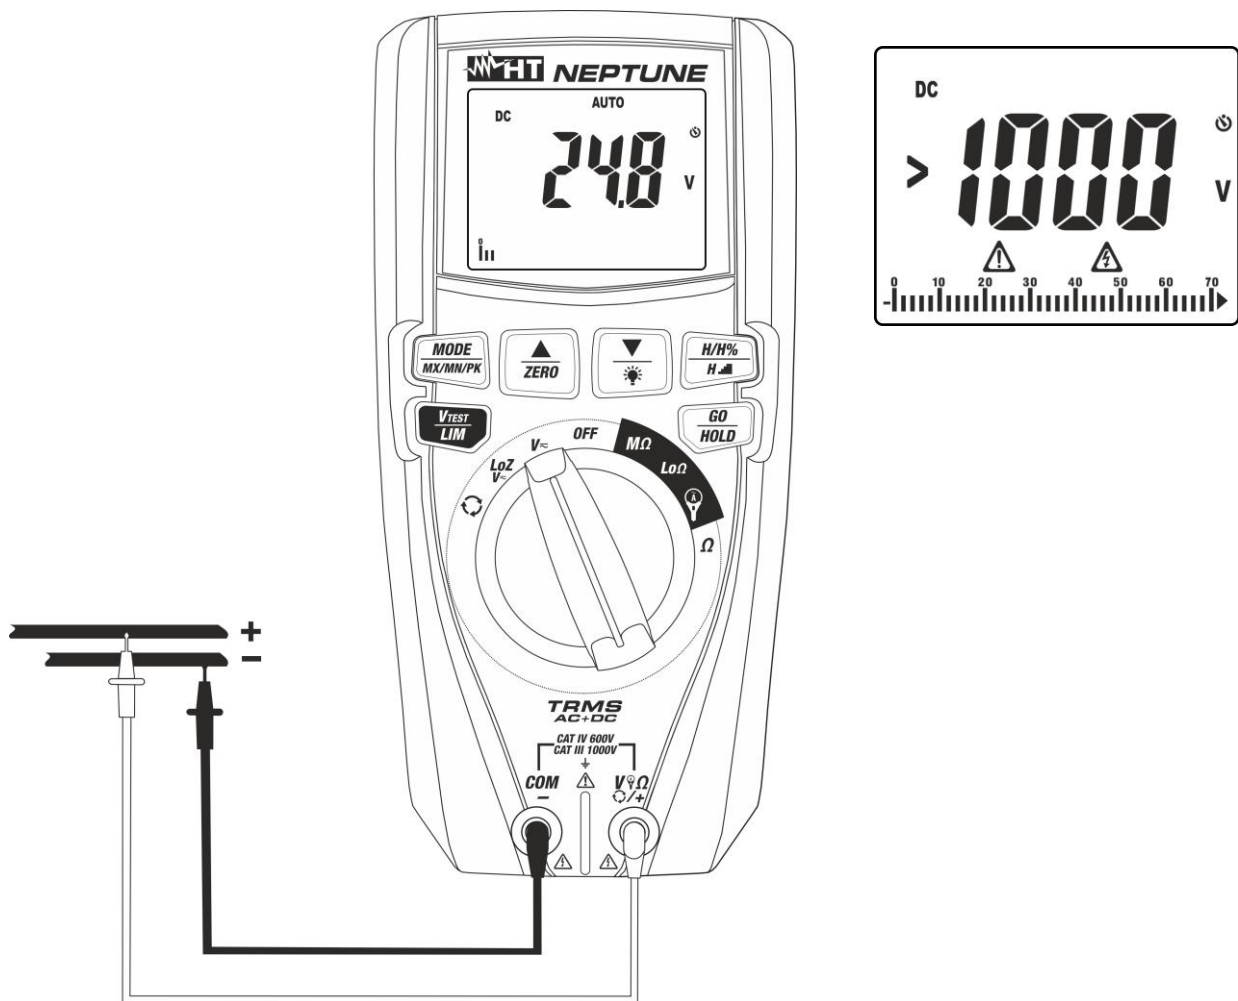
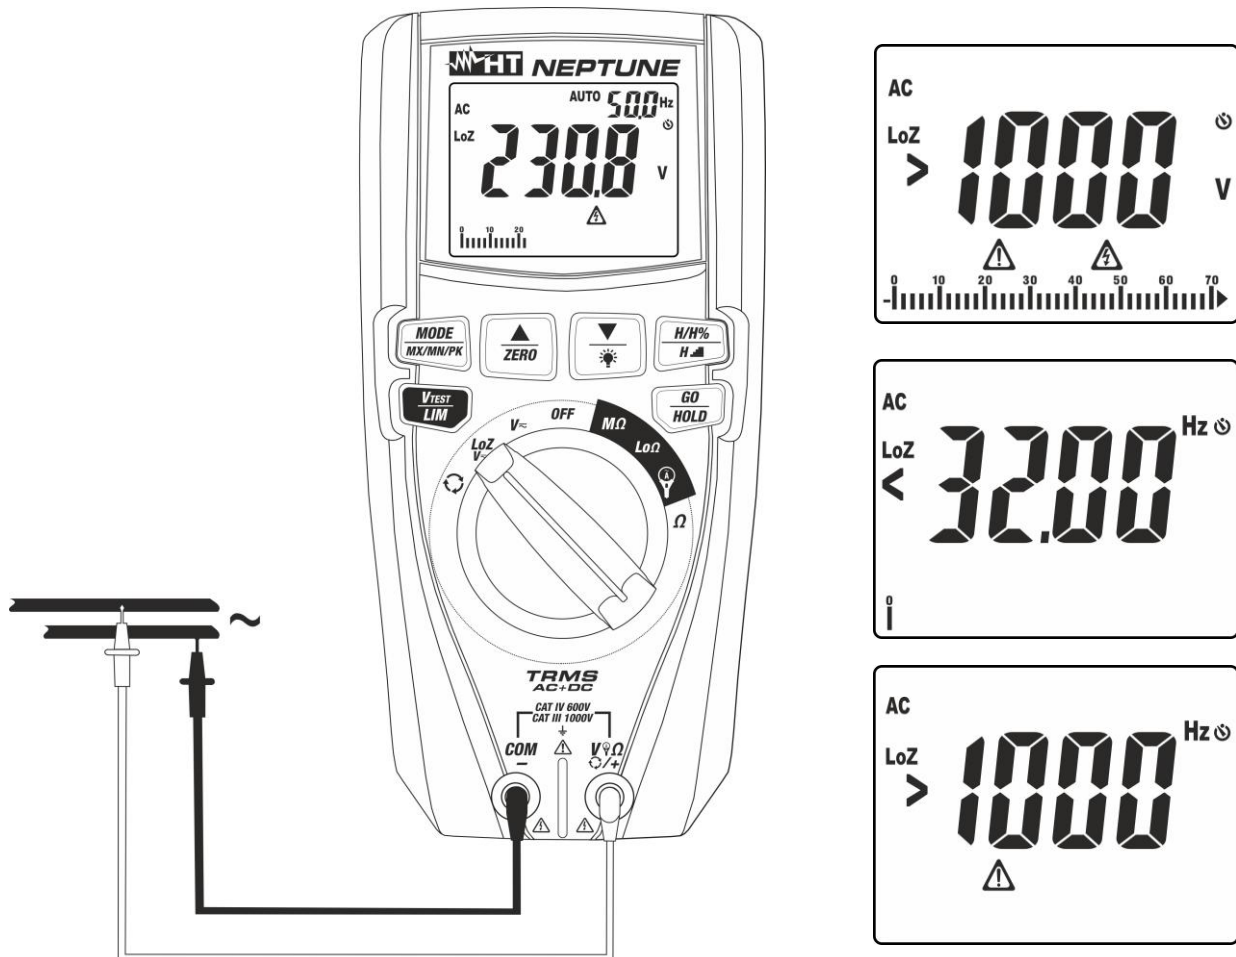

Fig. 6: Uso del instrumento para medida de Tensión CC
Fig. 8: Uso del instrumento para medida de Tensión CA/CC con función LoZ
3. Posicione la punta roja y la punta negra respectivamente en los puntos a potencial positivo y negativo del circuito en examen (ver la Fig. 6). El valor de la tensión se muestra en el visualizador
4. Si en el visualizador se muestra el mensaje ">1000V" (ver la Fig. 6) se ha alcanzado el fondo escala del instrumento
5. La visualización del símbolo "-" en el visualizador del instrumento indica que la tensión tiene sentido opuesto respecto a la conexión de Fig. 6.
4. Posicione la punta roja y la punta negra respectivamente en los puntos del circuito en examen (ver la Fig. 8) para la medida de tensión CA o bien en los puntos a potencial positivo y negativo del circuito en examen (vea el Fig. 6) para medida de tensión CC. El valor de la tensión se muestra en el visualizador. En la parte superior derecha del visualizador se muestra el valor de la frecuencia de la tensión. Pulse la tecla **MODE/MXMNPK** para visualizar el valor de la frecuencia con mayor resolución
5. Si en el visualizador se visualizan los mensajes "<32Hz" o ">1000Hz" (vea la Fig. 8) el valor de la frecuencia está fuera del intervalo de medida **32Hz ÷ 1000Hz**
6. La visualización del símbolo "-" en el visualizador del instrumento indica que la tensión tiene sentido opuesto respecto a la conexión de Fig. 6